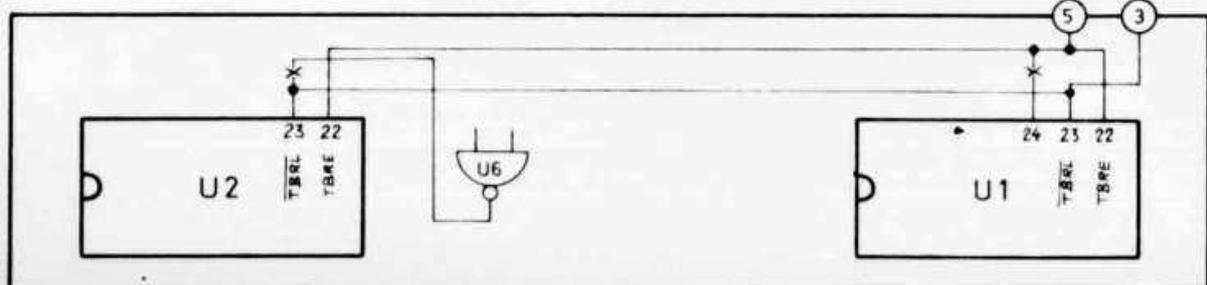
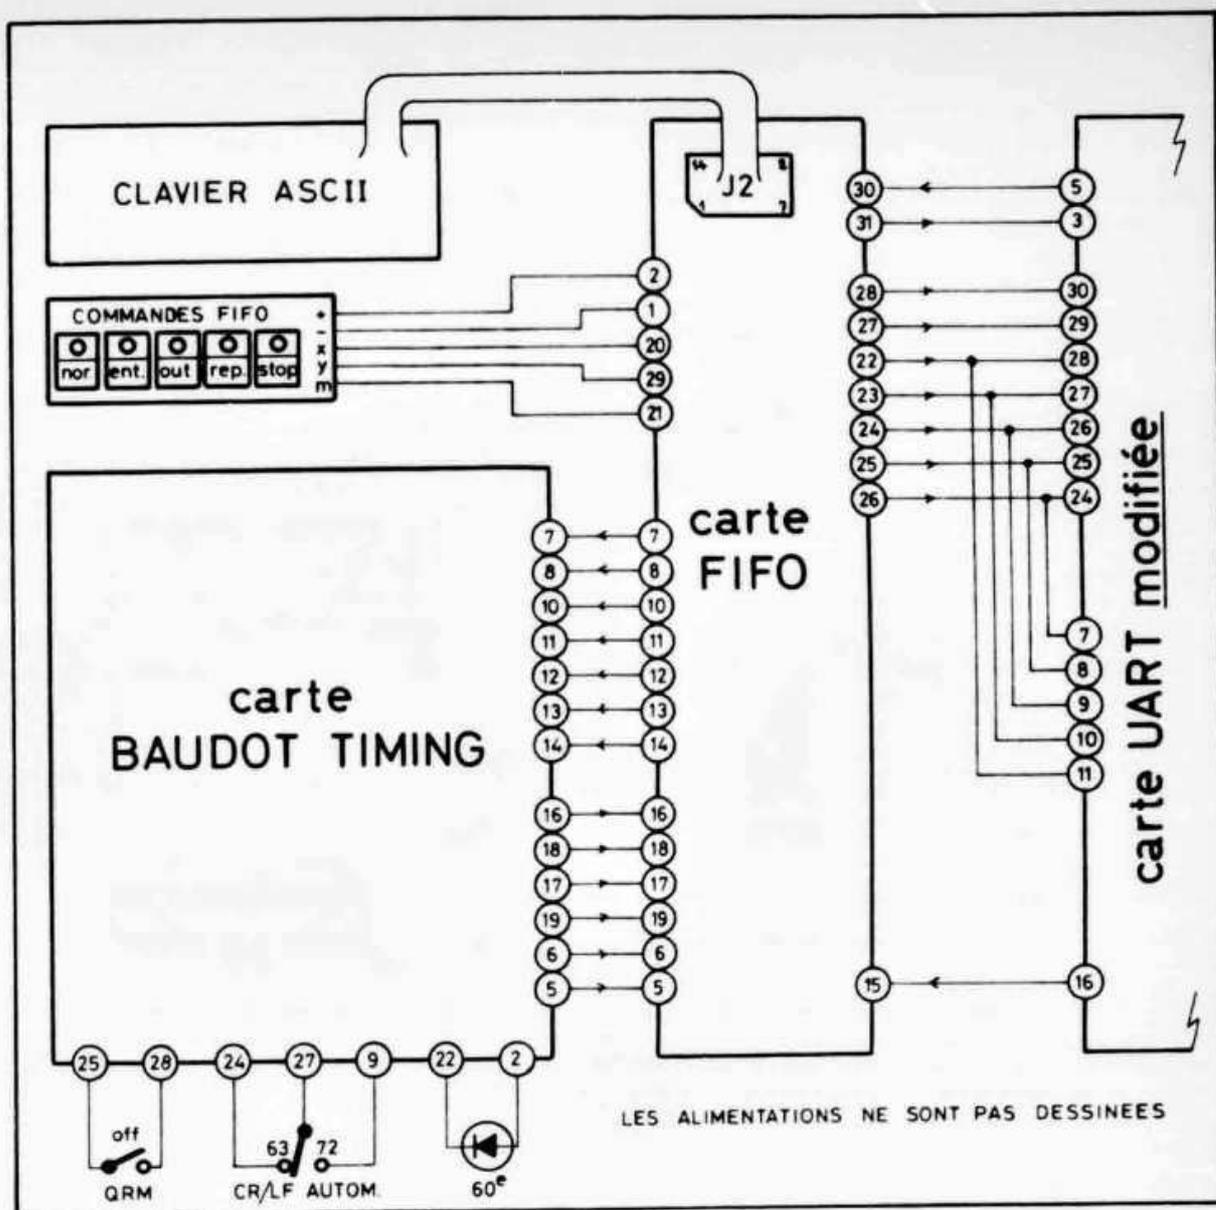

Fig. 5: Modifications de la carte UART
Fig. 6: Interconnection des cartes
Abb. 5 zeigt, wie die Komponenten zweckmässigerweise eingebaut werden, um möglichst nahe an die idealisierten Filterwerte heranzukommen. Das gemäss Skizze nachgebaute Filter mit den Komponenten nach **Abb. 3** ergibt recht anständige und vergleichbare Dämpfungswerte im Vergleich zu **Abb. 4**. Man beachte dazu die Wobbelkurve in **Abb. 6** zu dem Filter, welches somit jeglichem kommerziellen TVI-Hochpass ebenbürtig ist.
Modifications de la carte UART (Fig 5)
- Ces modifications sont représentées sur un schéma simplifié dans Fig. 5.
Les modifications sont terminées. Il faut noter que la porte U6 (pin 11, 12 et 13) n'est plus en fonction de même que la broche 22 (ex STROBE du clavier). Le schéma d'interconnexions des cartes FIFO et BAUDOT TIMING avec la carte UART est dessiné pour éviter toute confusion dans le montage (Fig. 6).